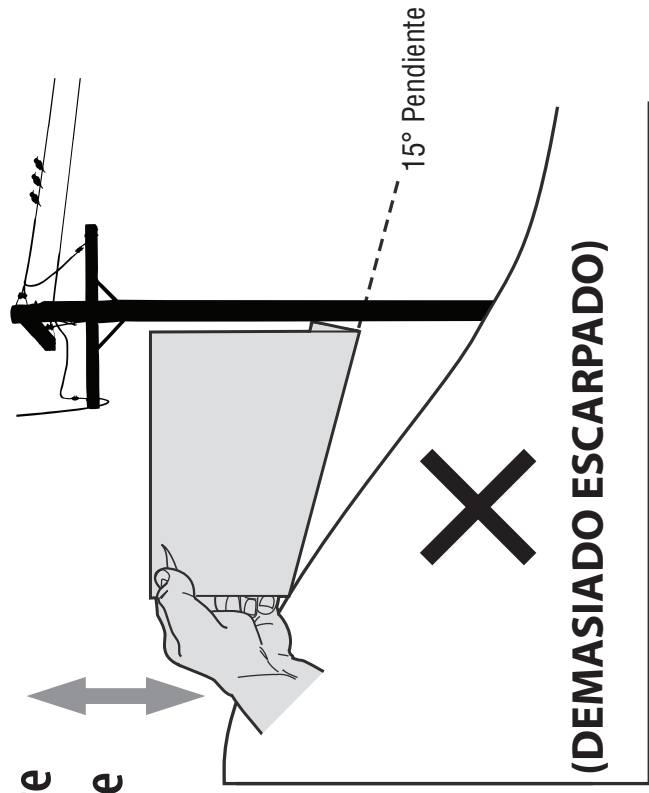

Figura 2
3. Alinee cada lado de pendiente de calibre con el objeto vertical (consultar Figura 1 and Figura 2).
4. Ajuste el pendiente de calibre arriba o hacia abajo hasta los toques esquina izquierda el pendiente (consultar Figura 1 and Figura 2).
5. Si hay un espacio por debajo de la pendiente de calibre, el pendiente es demasiado escarpa por operación segura (consultar Figura 2 above).